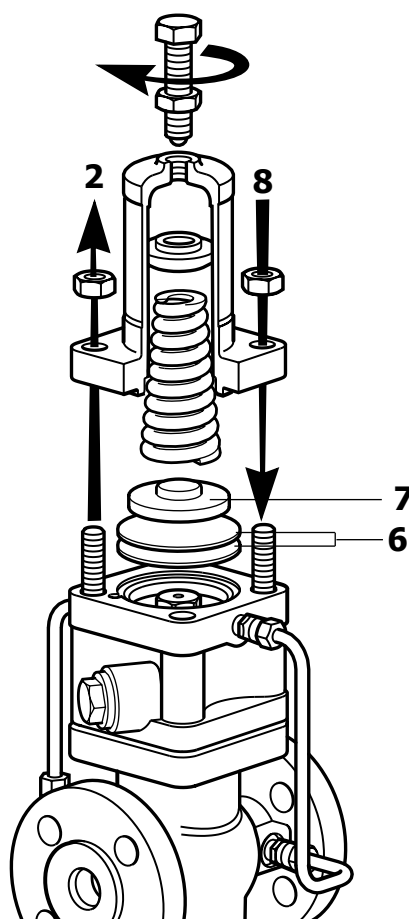

Рис. 12
5.6 Замена пилотной диафрагмы (рис. 12)